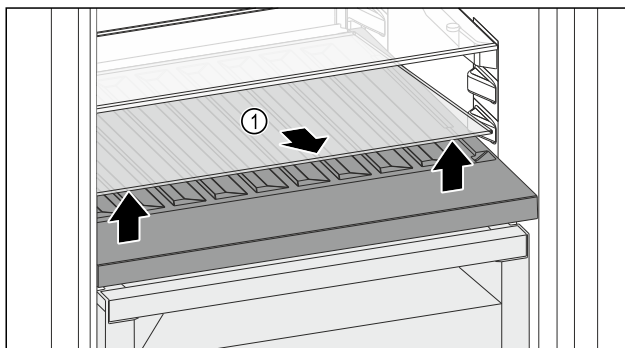

Fig. 124
- ▶ Glasplatte Fig. 124 (1) an der Aussparung vorne anheben und herausnehmen.
- ▶ Glasplatte Fig. 124 (1) außerhalb des Geräts sicher aufbewahren.
- ▶ Glasplatte (2) unter der variablen Flaschenablage einlegen.